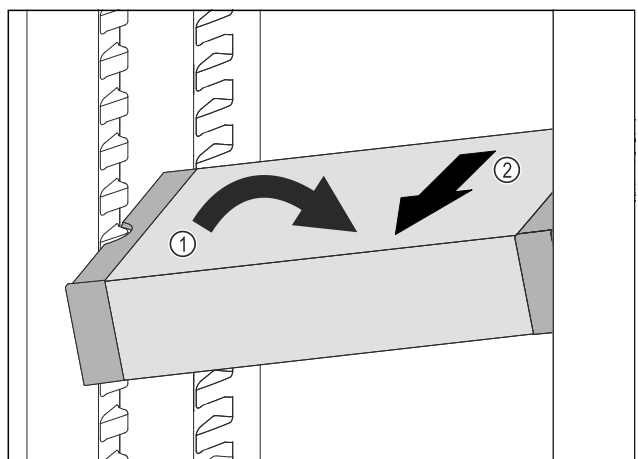

Fig. 94
- VarioSafe im Kühlteil schräg stellen. *Fig. 94 (1)*
- VarioSafe nach vorne entnehmen. *Fig. 94 (2)*